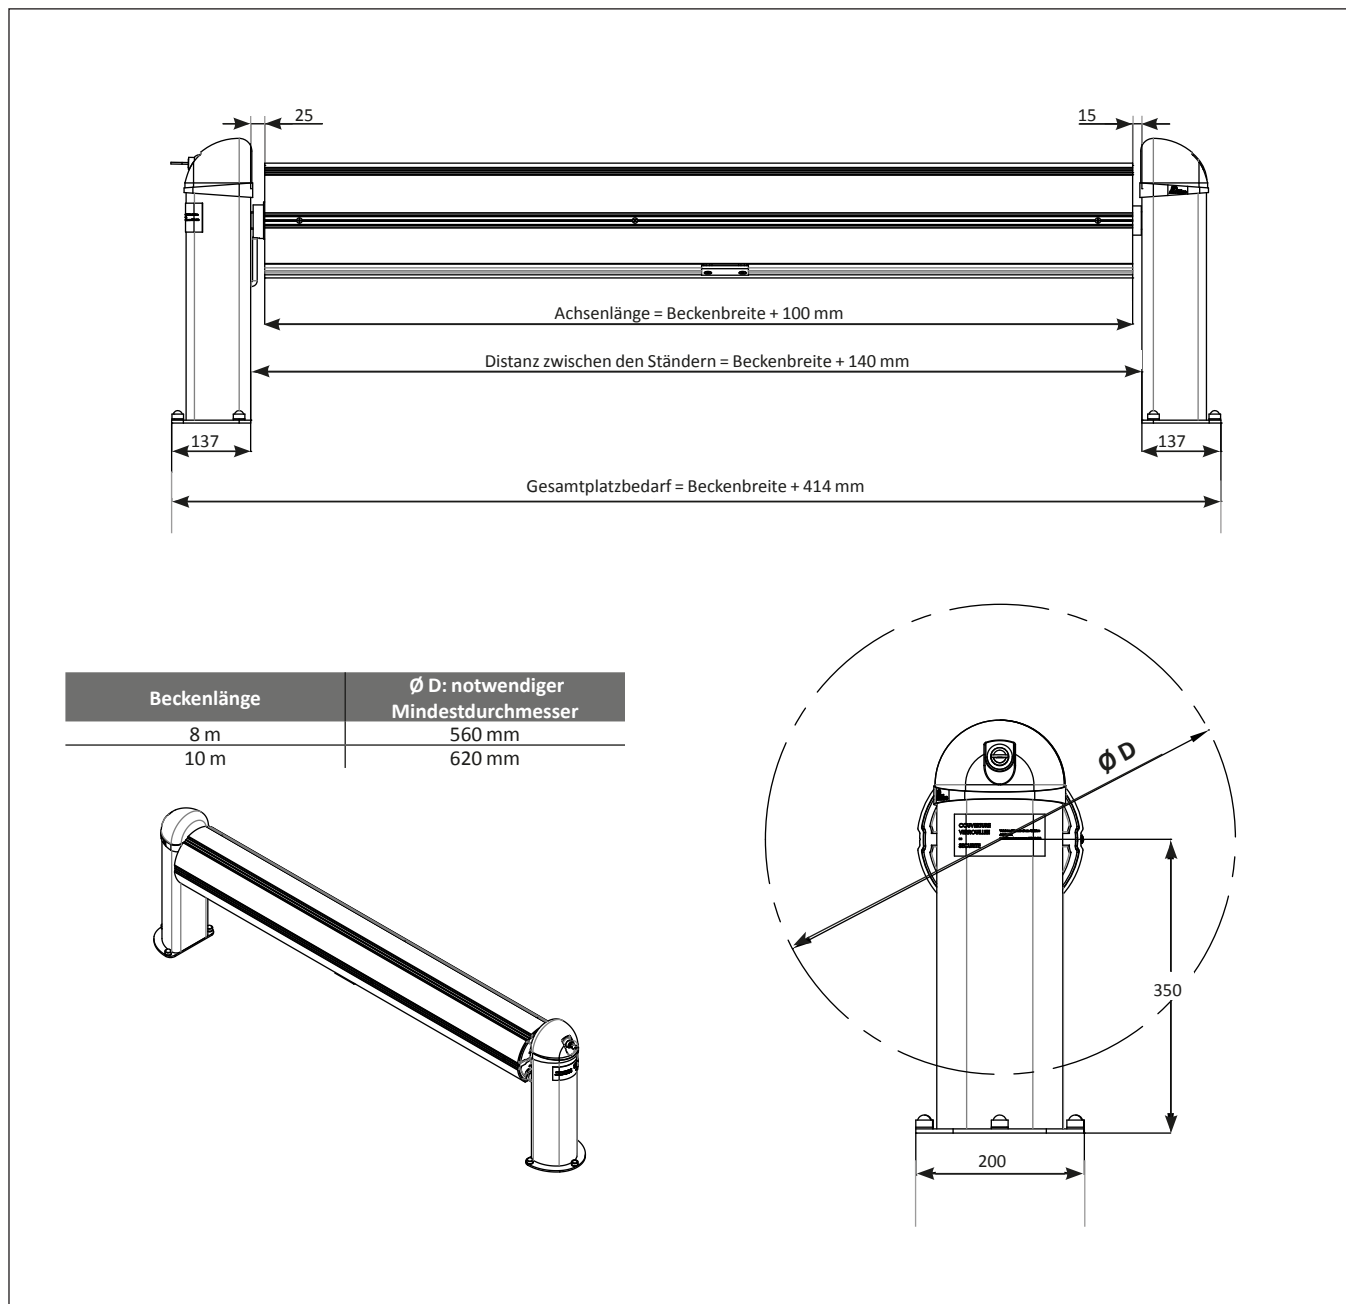

Abb. 17
3.9 Gesamtplatzbedarf der Rollladenabdeckung (Abb. 17)